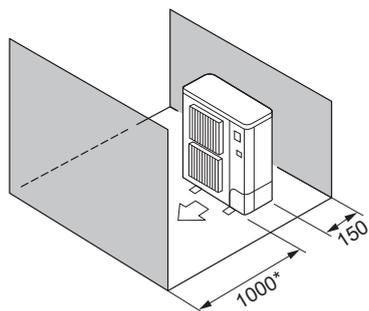

Fig. 2-7
- ⑤ Кедегілер тек алдыңғы және артқы жағында (Fig. 2-7)